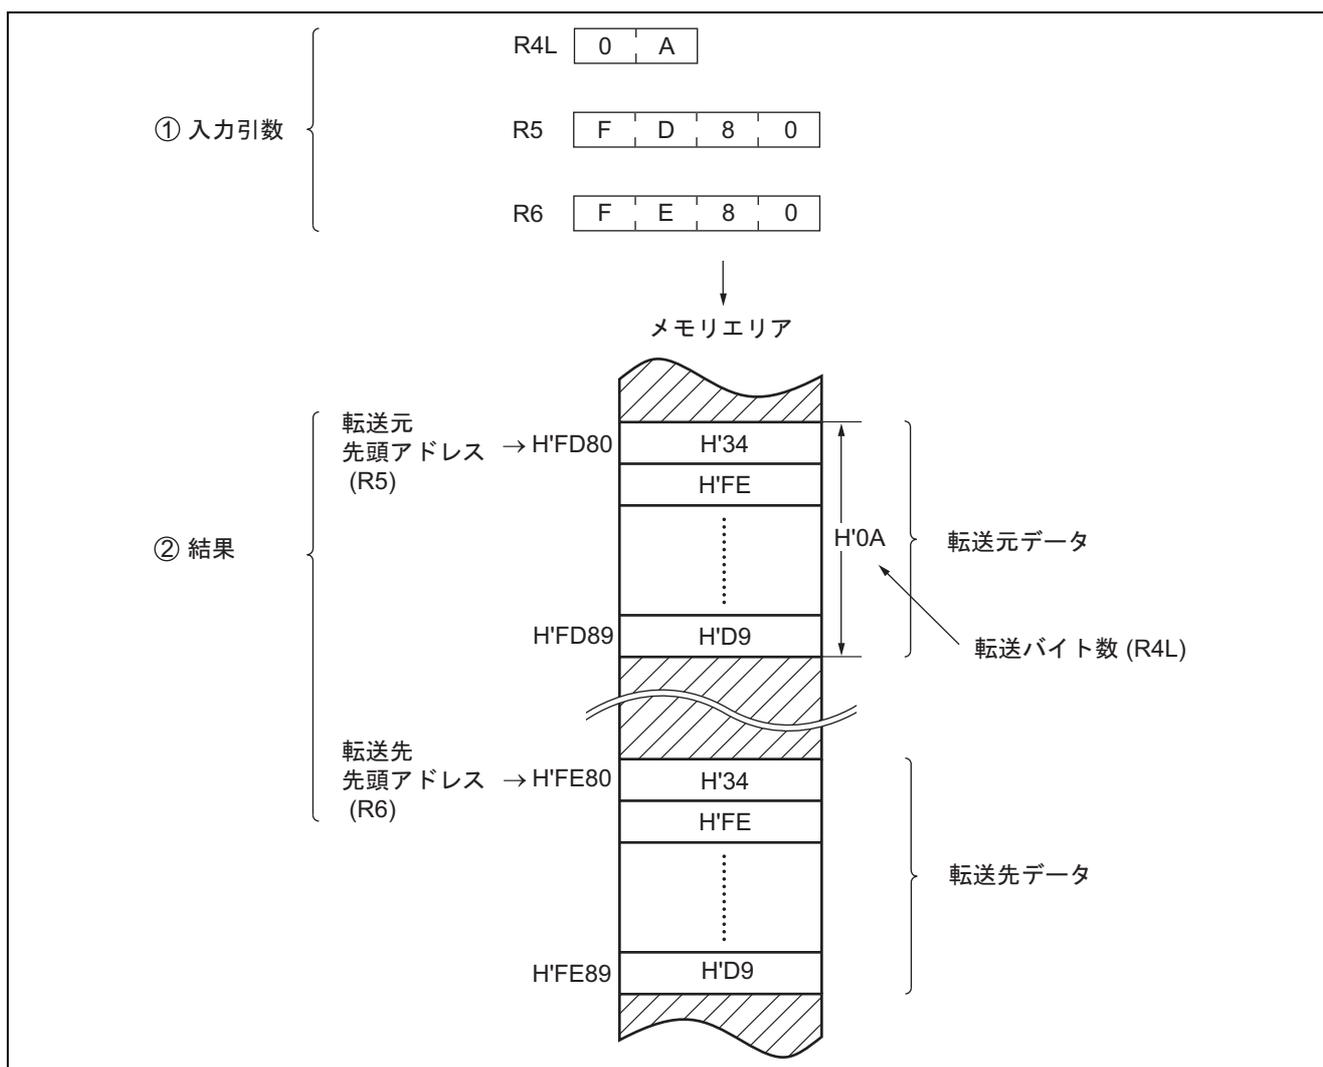

図 1 ソフトウェア MOVE2 の実行例
2. 図 1 にソフトウェア MOVE2 の実行例を示します。